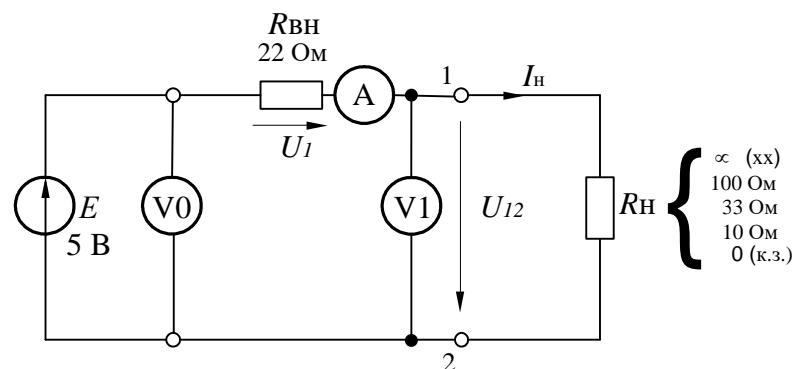

Рисунок 5 – Электрическая схема для исследования реального источника ЭДС
1.1. Соберите цепь согласно схеме (рис.5). В качестве источника используйте регулируемый источник 0...15В, установив на его выходе 5В.